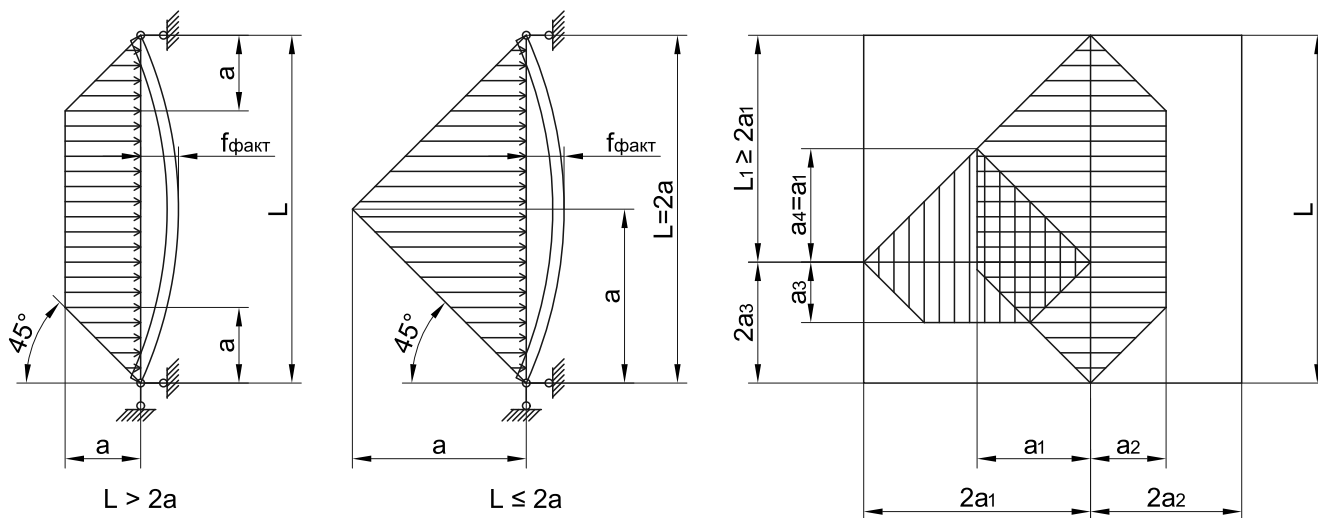

Рис. 2
При закреплении конструкции в проеме здания по периметру рамы с шагом между точками крепления не более 700 мм, рамные элементы, непосредственно соединенные с несущими конструкциями здания, не требуют расчета. В этом случае стойки (импосты) рассчитываются для трапециевидного или треугольного нагружения (рис. 2).
горизонтальный ригель (импост) представлена на рис. 2. Расчет моментов инерции производится по формулам (7), (8) для ширины распределения ветровой нагрузки a_3, a_4 соответственно.